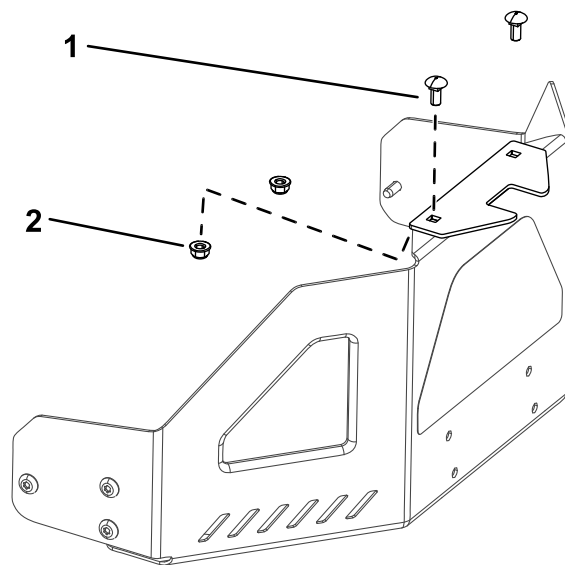

Figura 5
- Montate la staffa di stabilizzazione sulla protezione del motore utilizzando 2 bulloni a testa tonda (5/16 x 3/4") e 2 dadi di bloccaggio (5/16") (Figura 5).